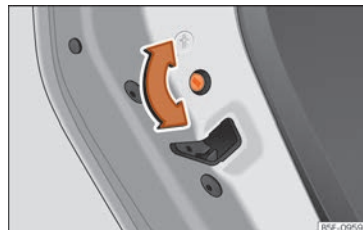

Abb. 99 Kindersicherung in der linken Tür
- Drehen Sie bei geöffneter Tür den Schlitz mit dem Fahrzeugschlüssel an den linken Türen im Uhrzeigersinn »» **Abb. 99** und bei den rechten Türen gegen den Uhrzeigersinn.
- Drehen Sie bei geöffneter Tür den Schlitz mit dem Fahrzeugschlüssel an den linken Türen gegen den Uhrzeigersinn »» **Abb. 99** und bei den rechten Türen im Uhrzeigersinn.